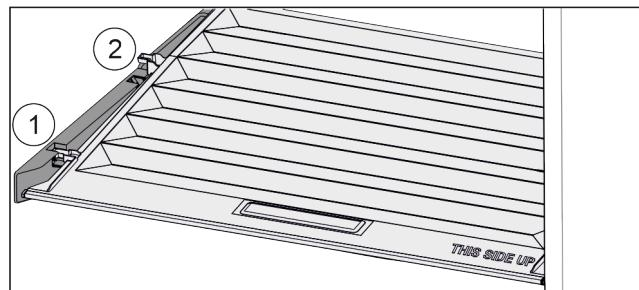

Fig. 43
- Потянуть крышку до отверстия в поддерживающих деталях вперед Fig. 43 (1).
- Поднять сзади снизу и извлечь Fig. 43 (2) движением вверх.